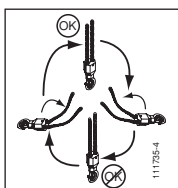

Fig. 4
2. Verificare che la catena di sollevamento non abbia subito torsioni al posizionamento in particolare per la versione a 2 estremità (vedi fig.4).